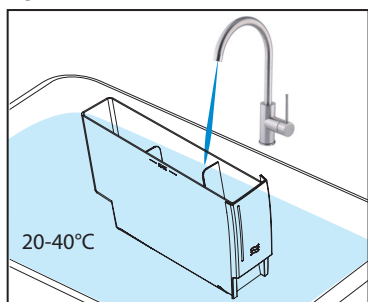

Fig. 3
3. Skyll vanntanken grundig med rent vann, 20–40 °C. (Se fig. 3)